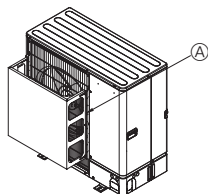

Fig. 2-5
- ② Ak je jednotka nainštalovaná na miesto, kde môžu do výstupu vzduchu priamo vstupovať silné vetry spôsobené napr. tajfúnom, nainštalujte voľiteľný vzduchový kryt. (Fig. 2-5)